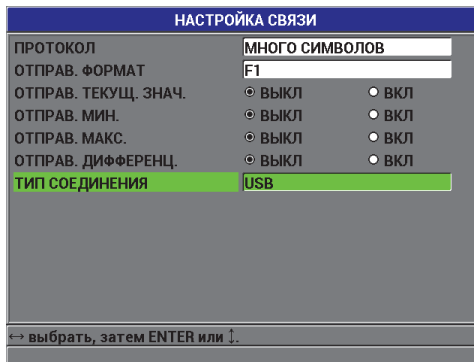

Рис. 8-1 Экран НАСТРОЙКА СВЯЗИ — USB
5. В окне **НАСТРОЙКА СВЯЗИ** установите **ТИП СОЕДИНЕНИЯ** на **USB** (см. Рис. 8-1 на стр. 142).